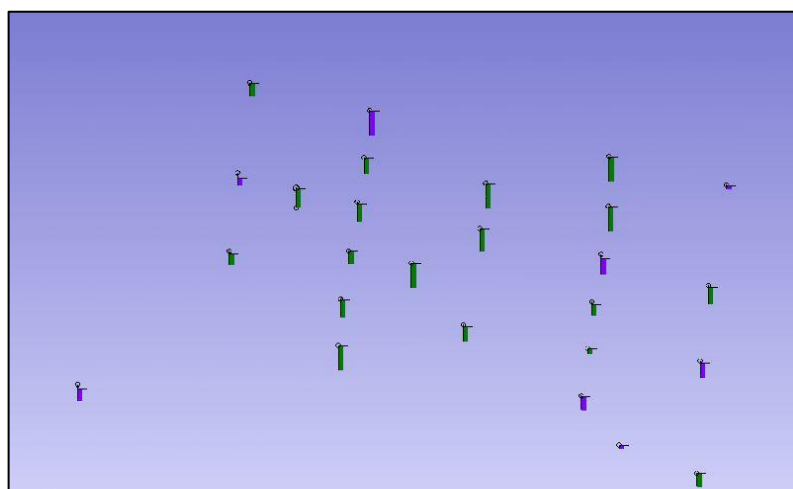

Рис. 7.3
- 4.4. В результате выполненных действий в области моделирования появятся пять профилей геологических скважин (рис. 7.3).